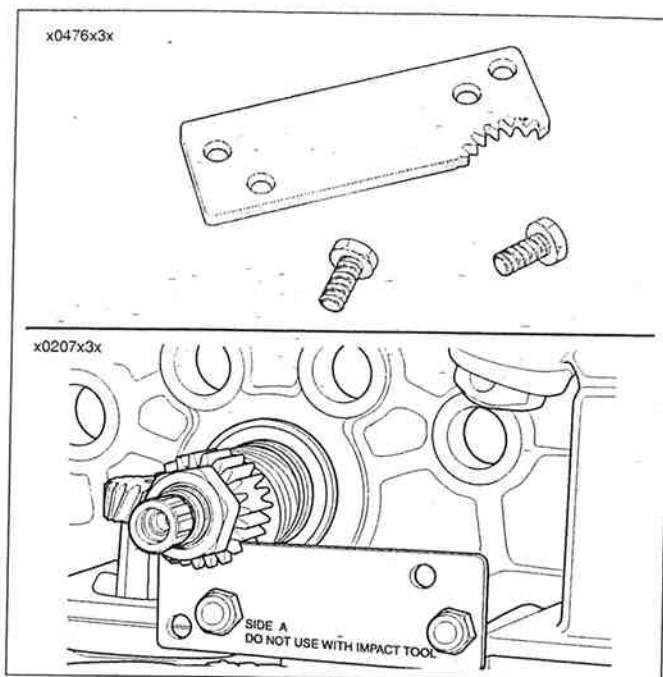

Figura 3-120. Herramienta de bloqueo del cigüeñal (HD-43984)
3. Vea la Figura 3-120. Instale la HERRAMIENTA DE BLOQUEO DEL CIGÜEÑAL (HD-43984) sobre el eje del piñón. Instale la tuerca en el eje del piñón. Apriete a 47,5-61,1 N·m (35-45 lb·pie). Retire la HERRAMIENTA DE BLOQUEO DEL CIGÜEÑAL.